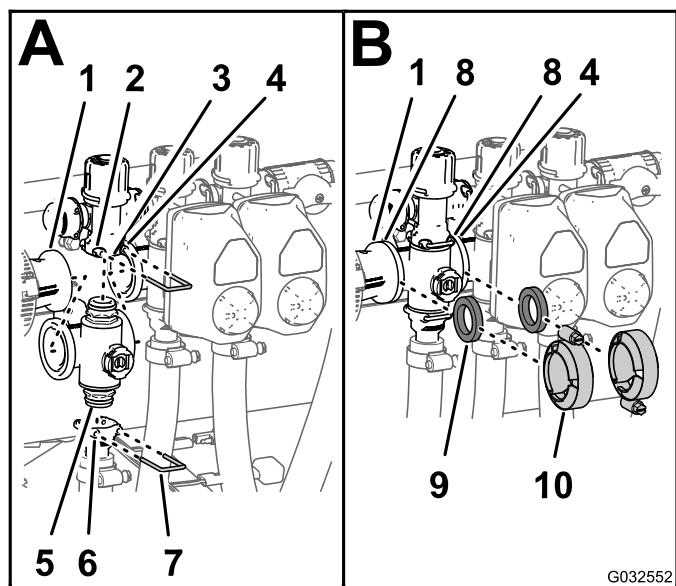

图 110
- 将歧管阀的上端盖接头插入旁通阀接头图 110 中的 A。
- 将卡环插入旁通阀接头的插槽从而将端盖接头固定至旁通阀接头图 110 中的 A。
- 将出口接头组装到歧管阀的下端盖接头上图 110 中的 A。
- 将卡环插入出口接头的插槽从而将端盖接头固定至出口接头图 110 中的 A。
- 在异径管连接头凸缘与喷洒臂段阀歧管之间放 1 个垫片图 110 中的 B。
- 以手动夹紧夹具的方式组装异径管连接头、垫片和喷洒臂段阀歧管图 110 中的 B。
- 如果要安装 2 个左喷洒臂段阀请在 2 个相邻喷洒臂段阀歧管的凸缘之间放 1 个垫片图 110 中的 B。
- 以手动夹紧夹具的方式组装 2 个相邻喷洒臂段阀歧管和垫片图 110 中的 B。